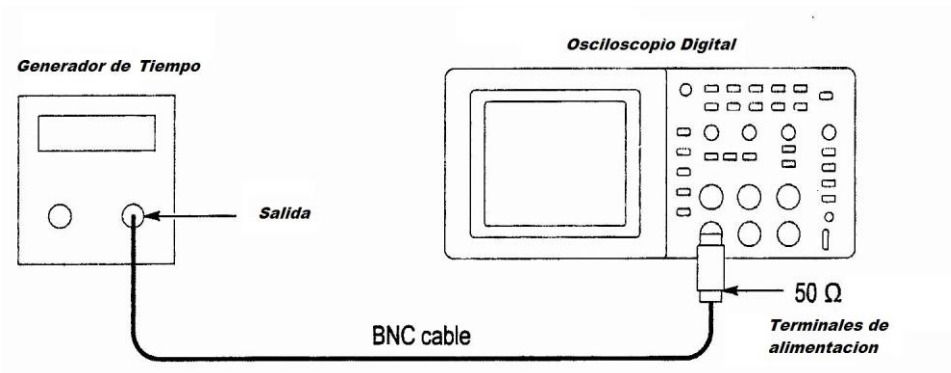

Fig. 108.-Conexión del osciloscopio y el generador de tiempo.
- Conectar el osciloscopio a la marca del generador de tiempo, como se muestra en la fig. 108.